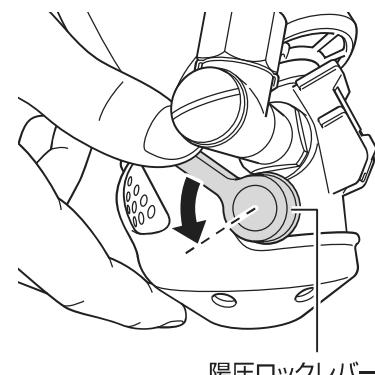

図 21 陽圧ロックレバーを回す
ロックしていないければ陽圧ロックレバーを操作してロックすること。(図 21 参照)
1. 陽圧ロックレバーを操作し、ロックされていることを確認する。(図 21 参照)